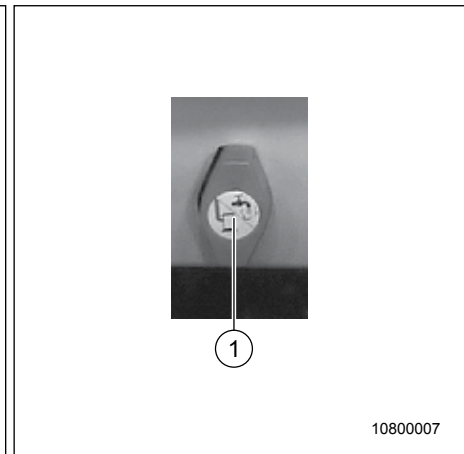

Fig. 48 Vanne de sectionnement gaz du
- La vanne de sectionnement gaz pour le chauffage (Fig. 48, pos. 1) se trouve sous le lit.